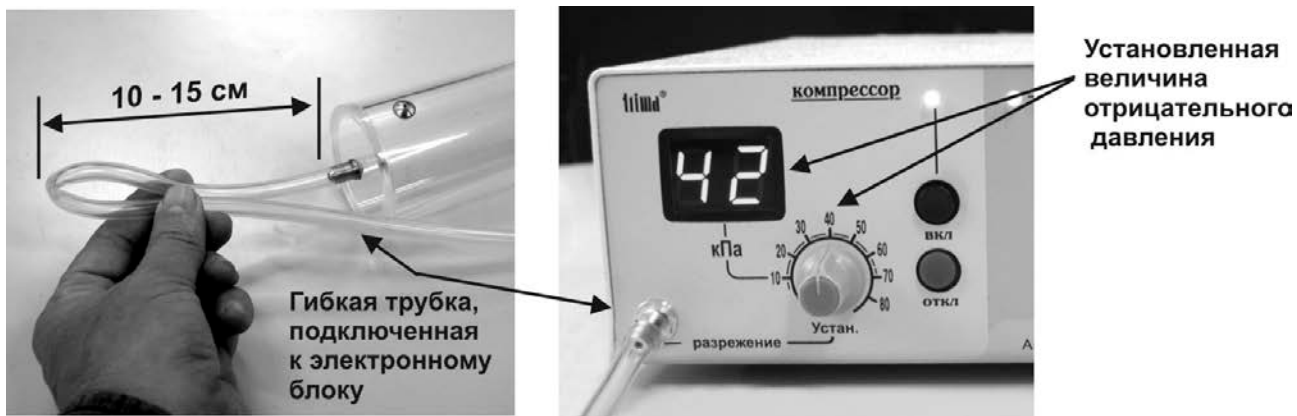

Рис.9. Проверка работы электронного регулятора величины создаваемого в рабочей камере отрицательного давления
**3.7.7.** Пережать гибкую трубку на расстоянии 10 - 15 см от штуцера колбы при этом на цифровом табло должен начаться отсчёт величины создаваемого отрицательного давления (Рис.9).